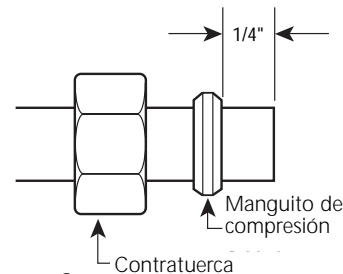

Figura 3
5. Coloque las contratuercas en el tubo, primero el extremo pequeño. Continúe con el manguito de compresión de latón (uno en cada extremo cortado del tubo). Deslice cada manguito de compresión de latón hasta 3/4" de distancia del extremo cortado del tubo (consulte la Figura 3).